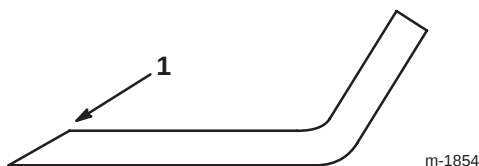

Figure 35
1. Au moyen d'une lime, aiguisez les tranchants aux deux extrémités de chaque lame (Fig. 35) en veillant à conserver l'angle de coupe d'origine. Limez la même quantité de métal sur les deux tranchants pour ne pas déséquilibrer la lame.